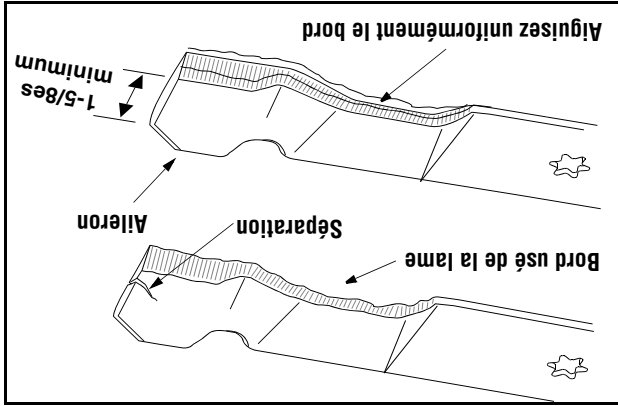

Figure 21
- Enlevez la goupille épinglée qui maintient le câble de la prise de force sur l'arrière du plateau de coupe. Voir la Figure 21.
- Retirez l'écrou à bride à six pans qui maintient la lame. Voir la Figure 21.